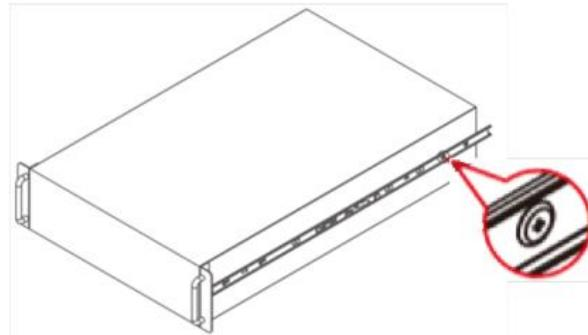

Рисунок 88 - Внутренний канал на шасси
- 7) Собрать внутренний канал на шасси с помощью прилагаемых винтов (см. Рисунок 88).